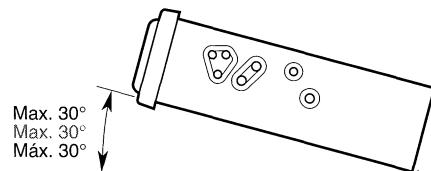

Figure 2 / Figure 2 / Figura 2
- Install the unit within 30° of the horizontal plane (Figure 2).
- Installer l'appareil avec un angle inférieur à 30° par rapport à l'horizontal (Figure 2).